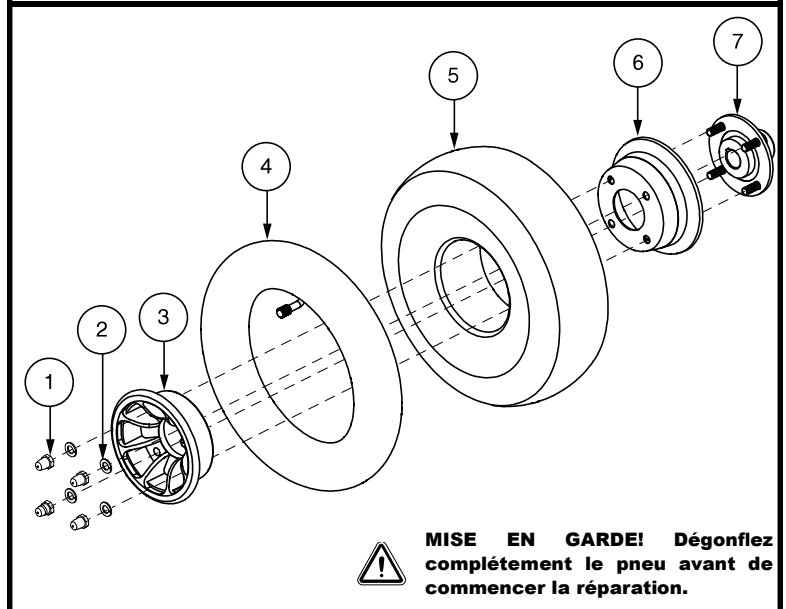

Figure 32. Roue pneumatique motrice démontée/montée
6. Retirez les vis et séparer les moitiés de la jante. **Voir la figure 32.**
7. Retirez le vieux tube du pneu et le remplacer par un nouveau tube. **Voir la figure 32.**